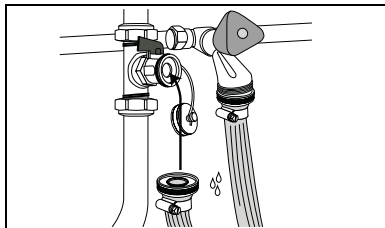

Fig. 12 Vullen van de cv-installatie
- Sluit een slang aan op de waterkraan en laat deze vol lopen met water, zodanig dat er geen lucht meer in de slang zit (fig. 12).